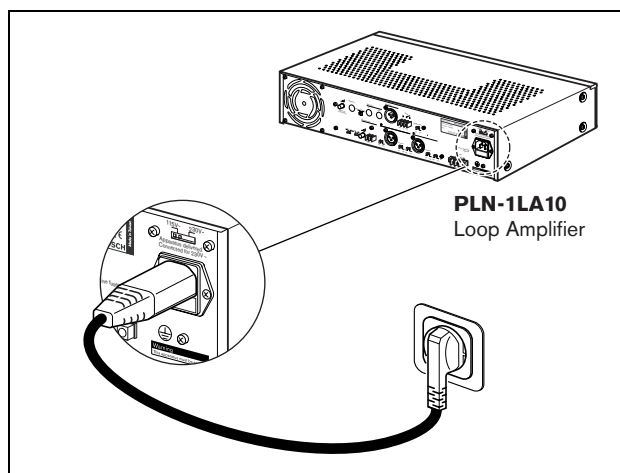

figura 4.7: Fuente de alimentación, conexión
- 3 Conecte un cable de alimentación homologado localmente desde el amplificador de bucle hasta una salida de alimentación (consulte figura 4.7).